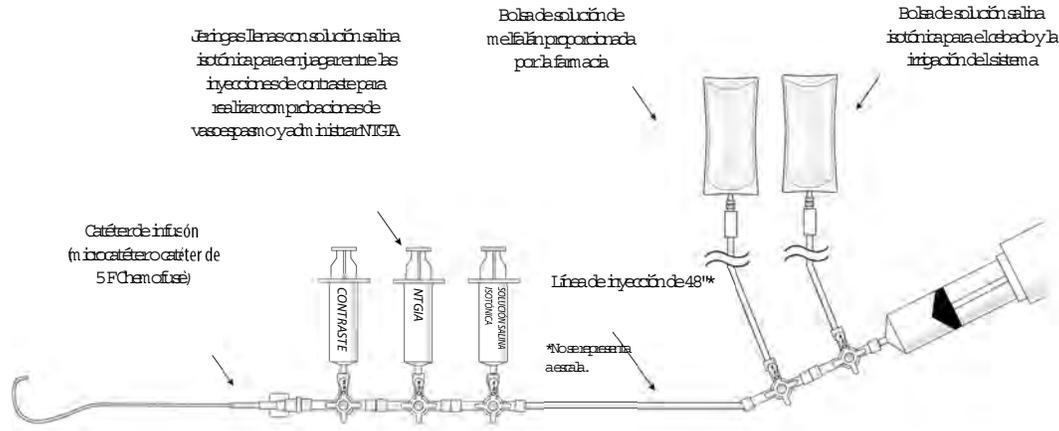

Figura 28
- (a) Cuando el circuito de hemofiltración funcione satisfactoriamente y el paciente esté estable hemodinámicamente, irrigue la línea de infusión arterial hepática con solución salina isotónica para evitar mezclar directamente la heparina con el fármaco quimioterapéutico (clorhidrato de melfalán). Conecte la línea de infusión del fármaco al catéter de infusión de la arteria hepática (microcatéter o catéter de 5 F Chemofuse®), como se muestra en la figura 28 para completar el circuito de administración del fármaco.